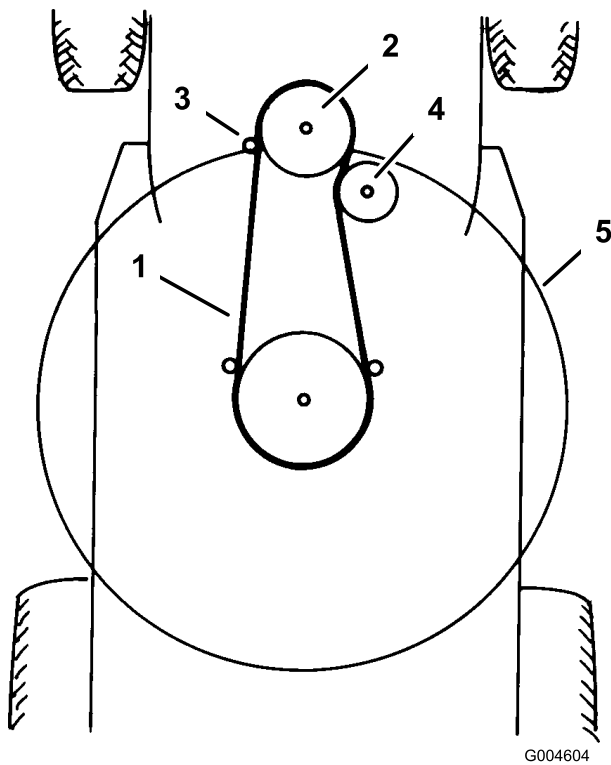

Bild 40
18. Nehmen Sie den Mähwerkkiemen von der unteren Motorscheibe ab (Bild 40).
10. Montieren Sie den Mähwerkriemen an der unteren Motorriemenscheibe (Bild 40).